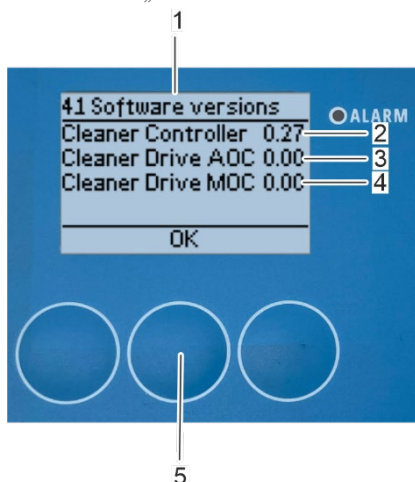
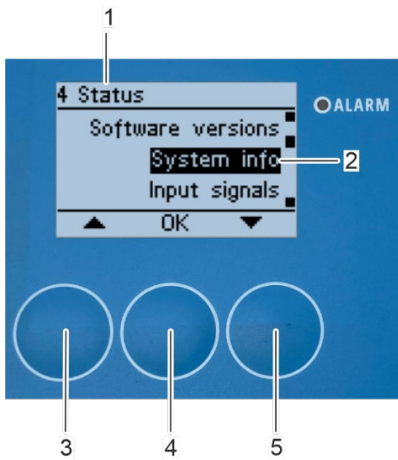

Abbildung 173: Untermenü „Software Versionen“
Abbildung 174: Öffnen Untermenü „System Informationen“
⇒ Auf dem Bildschirm (Abbildung 173/1) erscheint das Untermenü „41 Software Versionen“ mit den aktuellen Software Versionen der Rotorreinigersteuerung (Abbildung 173/2) und des Rotorreinigerantriebs (Abbildung 173/3 und Abbildung 173/4).
3. Drücken Sie [OK] (Abbildung 173/5), um zum Untermenü „4 Status“ (Abbildung 174/1) zurückzukehren.
- ⇒ Das Untermenü „4 Status“ erscheint auf dem Bildschirm (Abbildung 174/1).
1. Wählen Sie das Untermenü „System Informationen“ (Abbildung 174/2) mit den Pfeiltasten [nach oben] (Abbildung 174/3) und [nach unten] (Abbildung 174/5).
2. Bestätigen Sie die Auswahl mit [OK] (Abbildung 174/4).